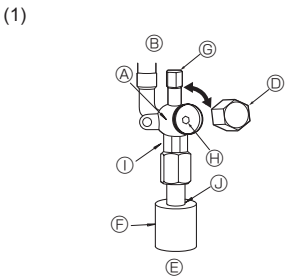

Fig. 4-6
- (1) Сторона с газом/жидкостью ZM35-71 (Fig. 4-6)
- ① Снимите колпачок и поверните шток золотника против часовой стрелки до упора, используя для этой цели 4 мм шестиугольный гаечный ключ. Прекратите поворачивать шток в момент, когда тот достигнет стопора. (ø9,52: Приблизительно 10 оборотов)
- ② Убедитесь в том, что запорный кран полностью открыт, надавите на ручку и поверните колпачок в первоначальное положение.